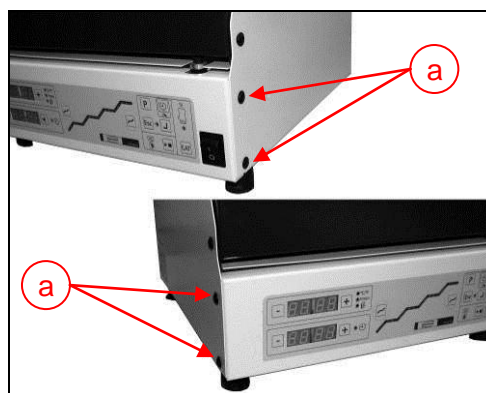

Abb. 16 – Bedieneinheit ausbauen
- Die 4 Schrauben der Bedieneinheit (Abb. 16 a) lösen und das Bedienteil nach vorne herausziehen und ablegen.
- Bedienteil mittels der 4 Schrauben (Abb. 16 a) befestigen.